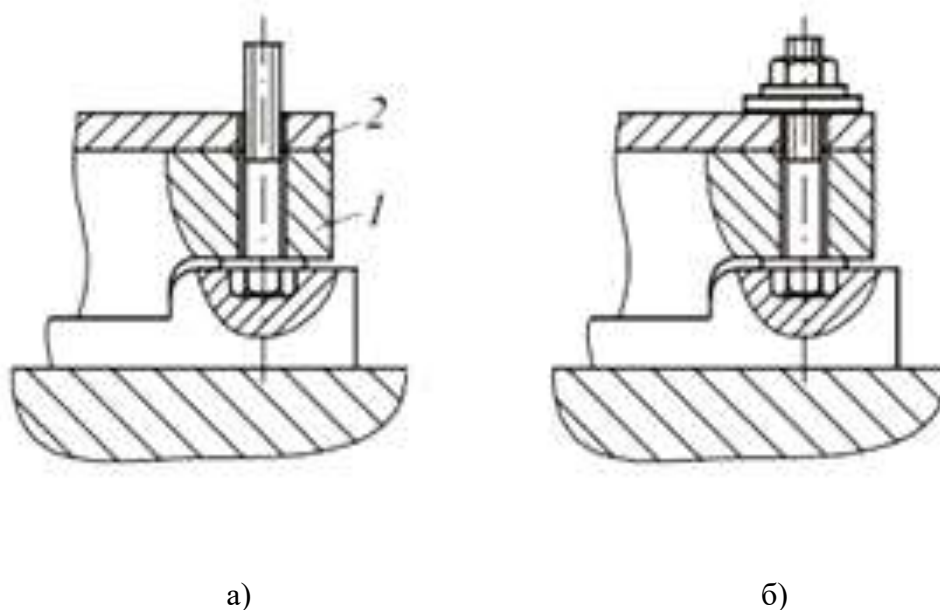

Рисунок 7. Сборка болтовых соединений
1). стыкуют собираемые детали, совмещая отверстия, в которые вставляют болт (рис.7, а);
- 2). устанавливают на болт шайбу и вручную навинчивают гайку (рис.7,б);